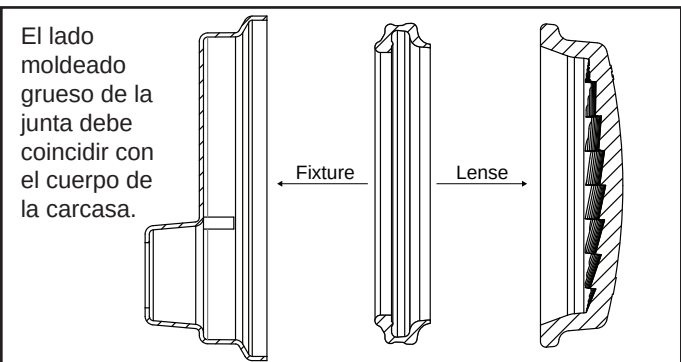

Figura 10. Corte transversal de la luz LED blanca Jandy Pro Series
2. Mientras sostiene la lámpara en posición vertical, coloque la lente de vidrio con la junta en la parte superior de la lámpara. Tenga en cuenta que la junta de la lente no es simétrica. Por lo tanto, se debe instalar correctamente para que la lente se selle en la carcasa de la lámpara. Coloque la junta en la lente con la orientación que se muestra en la Figura 10. En una luz pequeña, doble las pestañas entre la lente y la junta para volver a colocar el bifurcador.